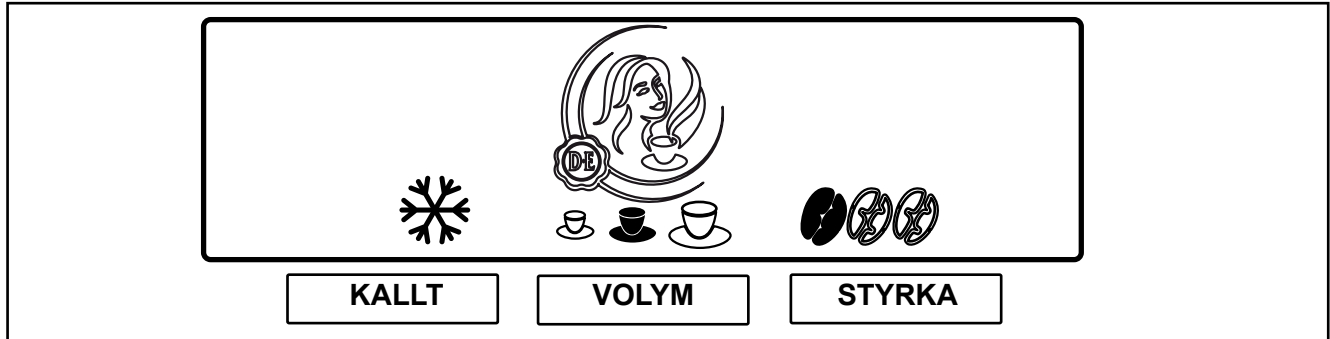

Bild 15
Maskinen har olika förvalsalternativ. I samband med installationen har serviceteknikern eventuellt aktiverat dessa alternativ. När man trycker på en förvalsknapp visas följande alternativ på displayen (bild 15):
2. Tryck på förvalsknappen „KALLT“ för att aktivera detta förval. Symbolen för KALLT visas då (bild 15).
2. Tryck på förvalsknappen „VOLYM“ för att aktivera detta förval. Nu visas tre kopsymboler (liten - medium - stor) (bild 15).